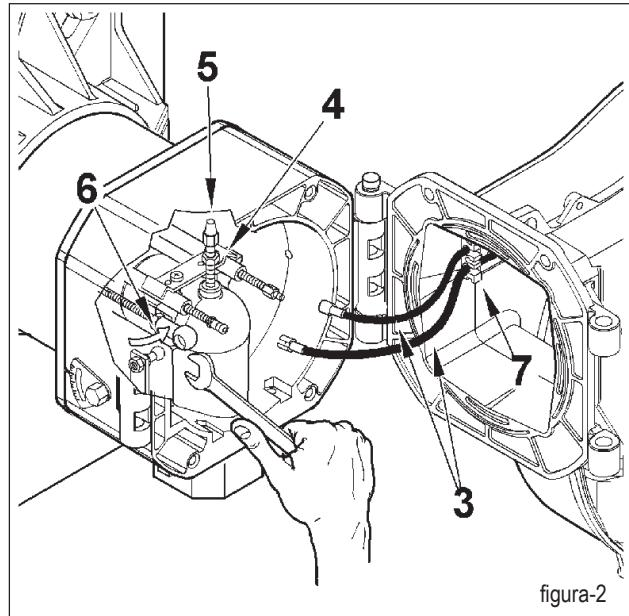

figura-2
En el momento del cierre del quemador, tirar delicadamente hacia el cuadro eléctrico, poniéndolos en ligera tensión, los dos cables de encendido y de ionización, seguidamente colocarlos en sus alojamientos correspondientes (7) de la figura 2. Esto evitará que los dos cables sean dañados por el ventilador durante el funcionamiento del quemador.